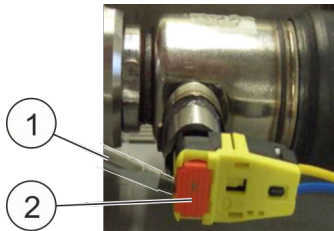

Abb. 87: Zündstecker
- 11.** ▶ Mit einem kleinen Schraubendreher (Abb. 87/1) die rote Arretierung (Abb. 87/2) am Zündstecker heraus drücken.